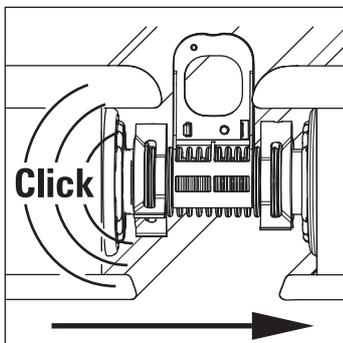

Figura 3-26 Spingere i collettori piani l'uno contro l'altro
8. Spingere fino in fondo il collettore piano successivo verso l'ultimo collettore montato (Figura 3-26). Deve sentirsi lo scatto delle graffe di fissaggio. La distanza tra i collettori piani si ottiene automaticamente grazie alla lunghezza dei compensatori sui manicotti inseriti.